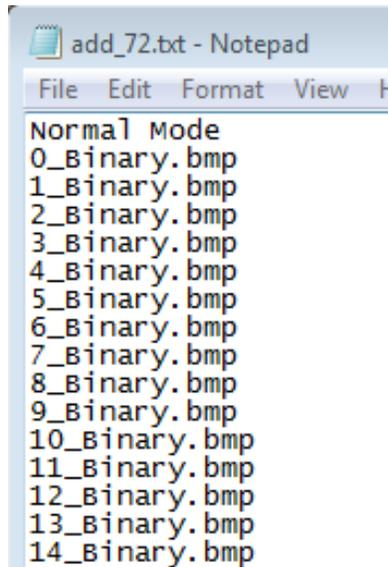
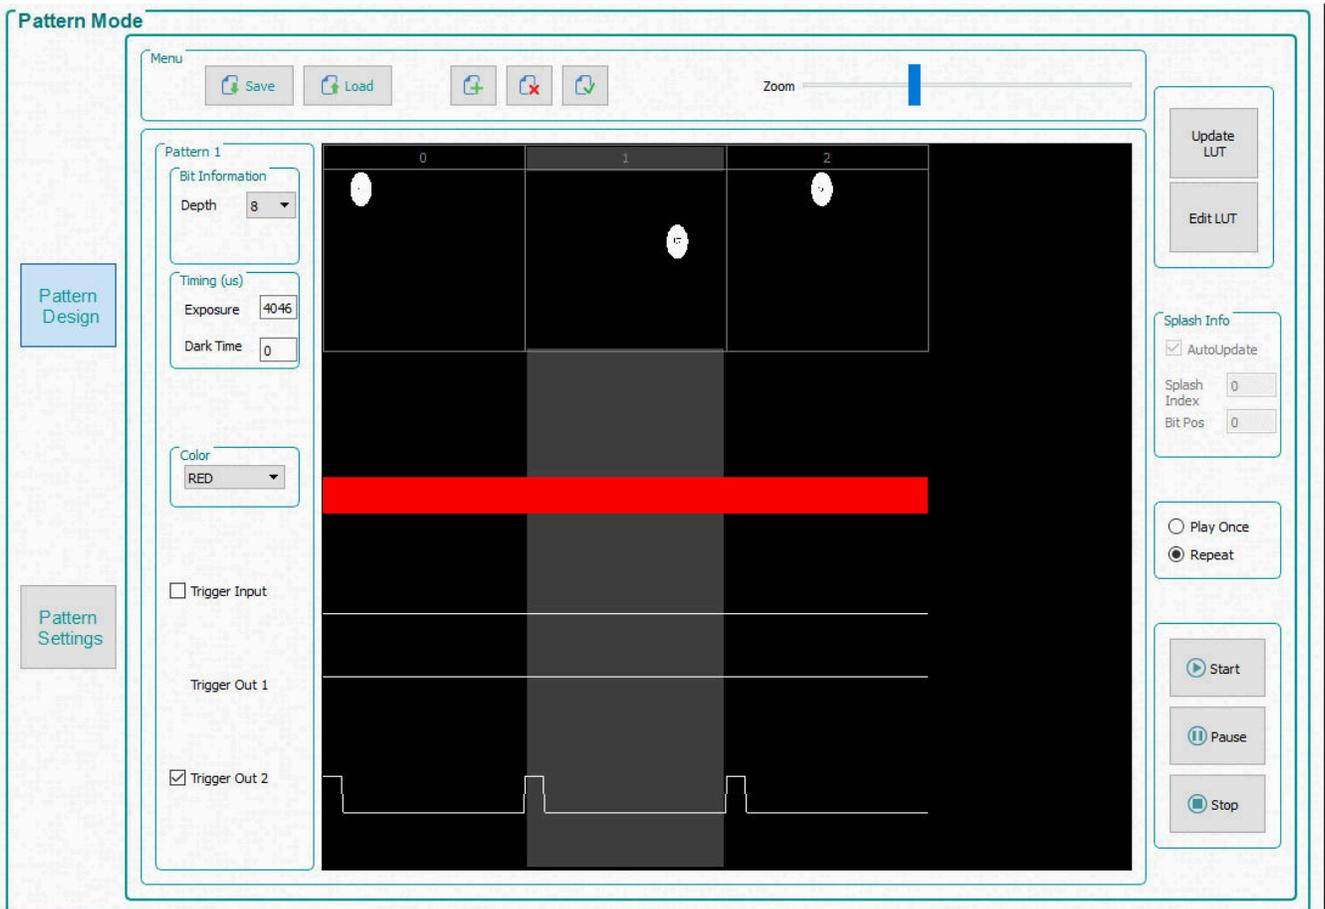

図 6-8. リストから追加
図 6-9. パターン シーケンス
3. メニュー・バーの [Add Pattern] ボタンをクリックし、サンプルの画像ディレクトリから 3 つのビットマップ画像を参照します。使用する EVM に応じたイメージフォルダから選択します。3 つの画像はすべて、[open file] ダイアログ ウィンドウ内で同時に選択できます。一度に複数のファイルを選択した場合、オペレーティング システムは選択した順序でイメージをロードするとは限りません。事前に定義された順序で画像を追加するには、[Load] ボタンを使用します。このオプションは、各ビットマップのファイル名が目的の順序で指定されたテキスト ファイルから画像をロードします。または、順序を確認するため、[Add Patter] ボタンを使用して、1 つずつ順に画像を追加することもできます。ファイルから画像をロードする例を、図 6-8 に示します。ビットマップ画像は、テキスト ファイルと同じディレクトリに配置する必要があります。画像を追加してから、図 6-9 を参照してください。